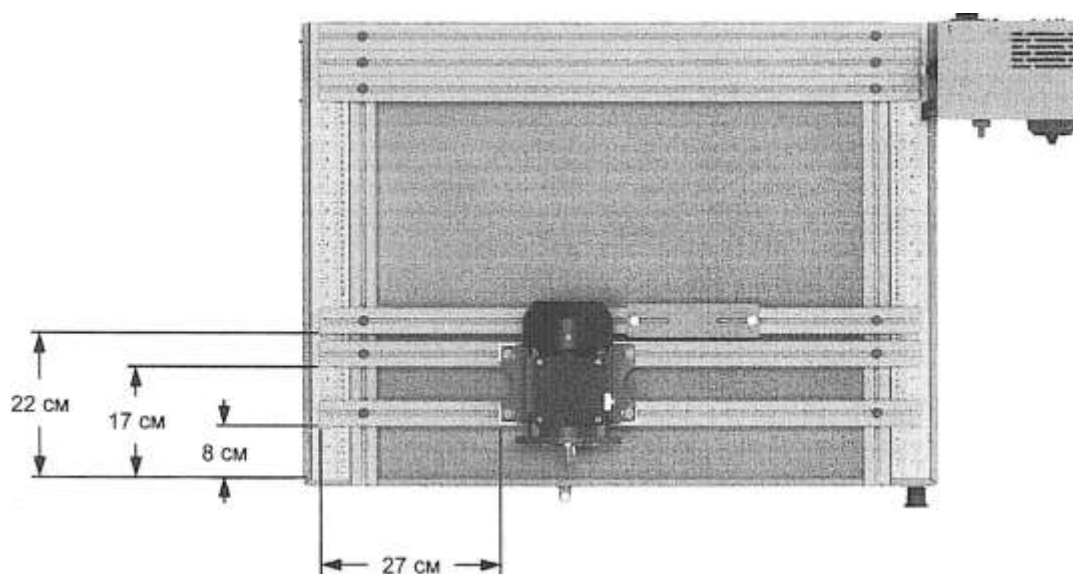

Рисунок 63. Схема рабочей станции для коррекции неплотно прилегающей опоры.
2. Закрепите два экструдированных профиля в положениях, указанных на Рисунок 63.
8. Установите плоский брусок рядом с электродвигателем, используя винты М8-1,25х20, плоские шайбы и гайки под Т-образный паз, как показано на Рисунок 63. Затяните винты пластины с помощью 6-мм шестигранного ключа с Т-образной рукояткой.